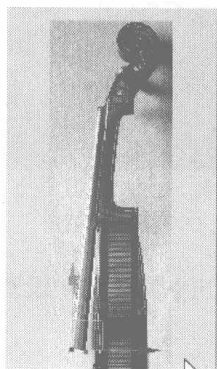
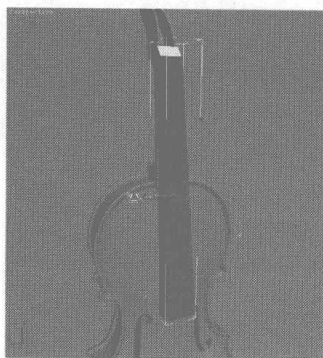
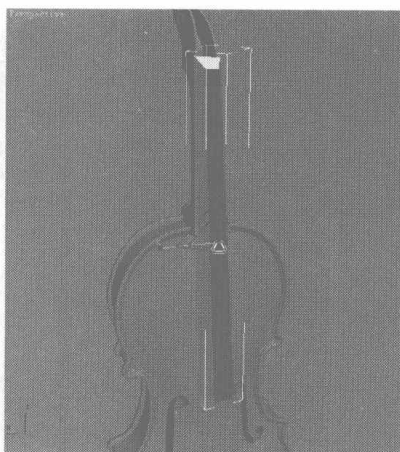

图 5.301
图 5.302
图 5.303
- 11** 调整模型上的点到如图 5.301 所示的位置。选择如图 5.302 所示的面, 利用缩放工具调整到如图 5.303 所示的位置。